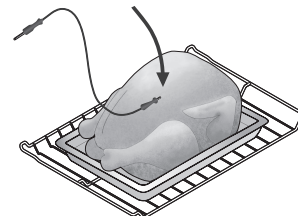

Figure 29 : Insérer la sonde dans la partie la plus épaisse de la poitrine
- Pour la volaille ou la dinde entière, insérer complètement le capteur de la sonde dans la partie la plus épaisse de la poitrine (voir Figure 29).